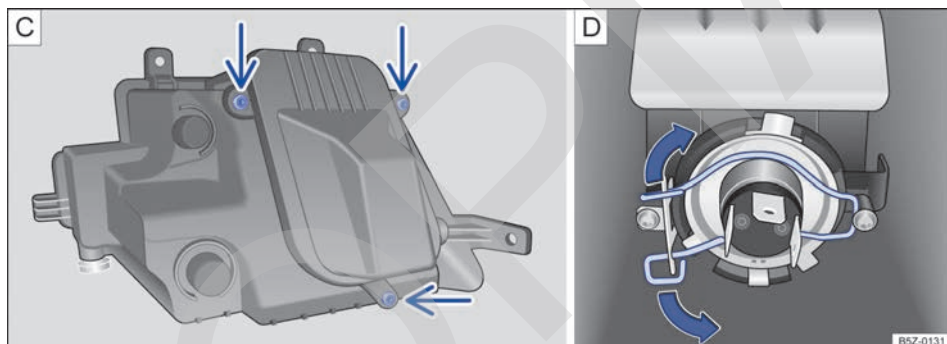

Fig. 176 En el parachoques delantero: **C**) retirar los tornillos de la cubierta de la bombilla y **D**) bombilla del faro de neblina.
6. Retirar los tornillos indicados por las flechas ⇒ fig. 176 C, para acceder a la bombilla del faro de neblina.
8. Comprimir el muelle de bloqueo en el sentido de la flecha y desplazarlo, para desbloquear la bombilla ⇒ fig. 176 D.